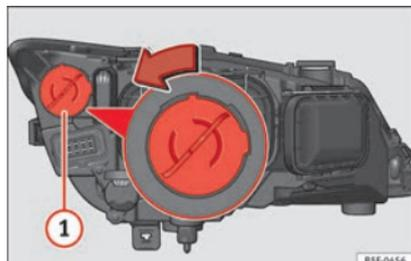

Fig. 207 Lampadina per luce diurna.
- Ruotare il portalampada »» fig. 207 ① verso sinistra e tirare.